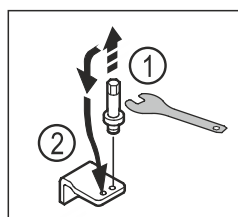

Fig. 17
- Keerake alumise laagripuki polt väliskuuskantvõtmega VM5 välja. Fig. 17 (1)
- Pange polt vastasküljel sisse. Fig. 17 (2)